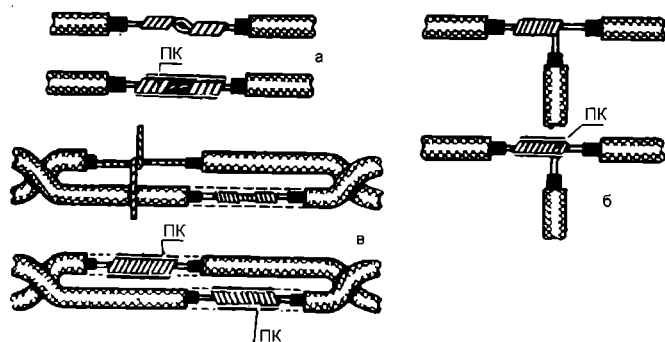
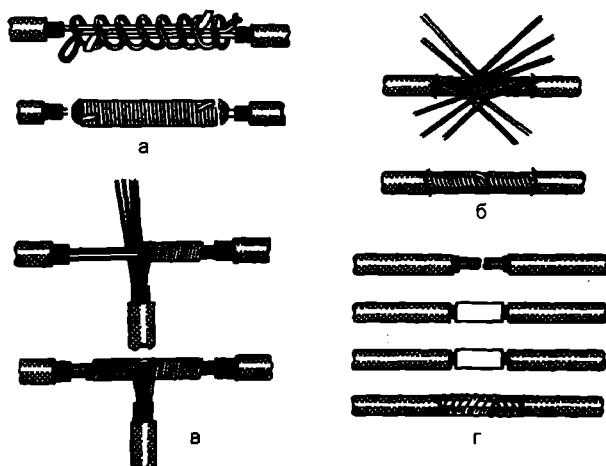

Рис. 12. Соединение скруткой с последующей пайкой:
Рис. 13. Соединение и ответвление проводов:
Соединение, ответвление медных проводов сечением до  $10 \text{ мм}^2$  рекомендуется выполнять скруткой с последующей пропайкой, причем медные однопроводные провода площадью сечения до  $6 \text{ мм}^2$ , а также многопроводные с небольшими площадями сечений паяют по скрутке (рис. 12). Жилы с площадью сечения  $6\text{--}10 \text{ мм}^2$  соединяют бандажной пайкой (рис. 13 а), а многопроводные провода – скруткой с предварительной расплеткой проволок (рис. 13 б). Длина мест соединений скруткой или бандажной пайкой должна составлять не менее  $10\text{--}15$  наружных диаметров соединяемых жил. Паяют свинцово-оловянным припоем с использованием флюса на
**Соединение опрессовыванием.** Широко используют метод соединения медных проводов опрессовыванием (рис. 13 г). Концы проводов зачищают на 25–30 мм, затем обертывают медной фольгой и опрессовывают специальными клещами типа ПК.